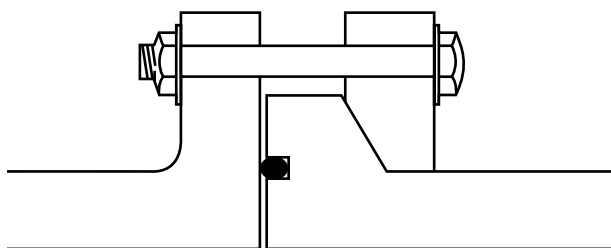

Figura 3-15 Flansa mobila si garnitura "O-ring"
- 1 o garnitura "O-ring" (este necesara realizarea unui sant pe suprafata flansei, vezi **Figura 3-15**) si